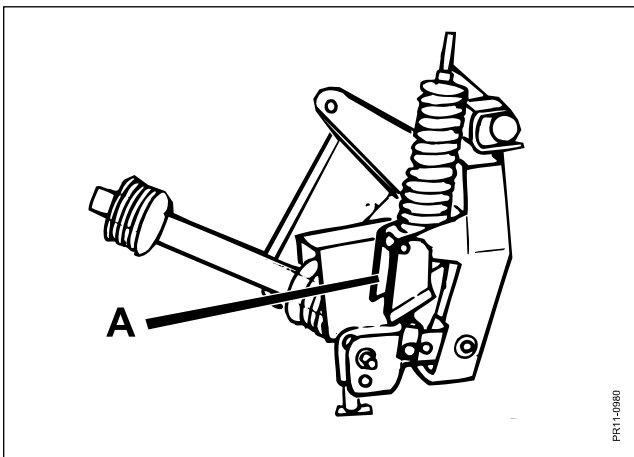

Fig. 3-3
- Fig. 3-3 7) Såfremt parkeringslåsen **A** er monteret på maskinen af fabrik, føres snoren fra denne ind i traktorkabinen.